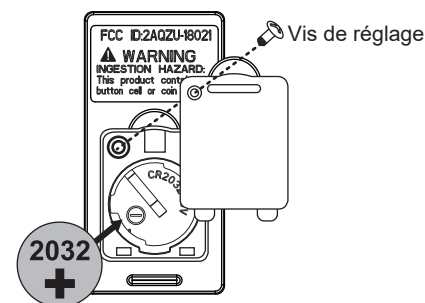

Fig. 1
- 1 Tout en maintenant l'ensemble LED sous votre ventilateur, effectuez les connexions des fiches polarisées : (Fig. 1)
- 2 Positionnez les encoches sur le bord intérieur du kit d'éclairage à LED de manière à ce qu'elles correspondent aux languettes à l'extérieur du bord sur la plaque de montage du kit d'éclairage. Soulevez délicatement le kit d'éclairage LED à l'intérieur de la plaque de montage du kit d'éclairage et fixez-le au ventilateur en tournant le kit d'éclairage LED dans le sens des aiguilles d'une montre jusqu'à ce qu'il soit bien ajusté. (Fig. 1)
- 1 Sélectionnez un emplacement souhaité. Utilisez la plaque murale pour marquer l'emplacement des trous de montage. Des ancrages muraux en plastique ou des vis de montage sont nécessaires pour cette application. (Fig. 1)
Votre ventilateur est équipé d'une télécommande de type à apprentissage automatique. Il n'y a pas de commutateurs de fréquence sur le récepteur ou l'émetteur. Le ventilateur peut commencer à fonctionner une fois le processus d'appairage terminé. Retirez le panneau de l'émetteur, puis installez une pile 2032 (incluse). Vous devez utiliser un tournevis pour ouvrir ou fermer le couvercle de la batterie. Pour éviter d'endommager l'émetteur, retirez la batterie s'il n'est pas utilisé pendant de longues périodes (Fig. 1).